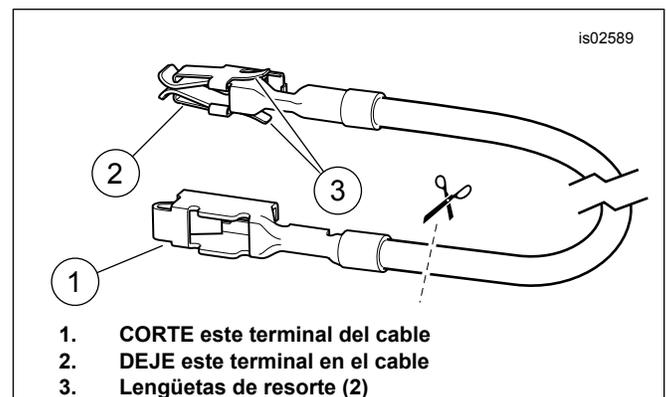
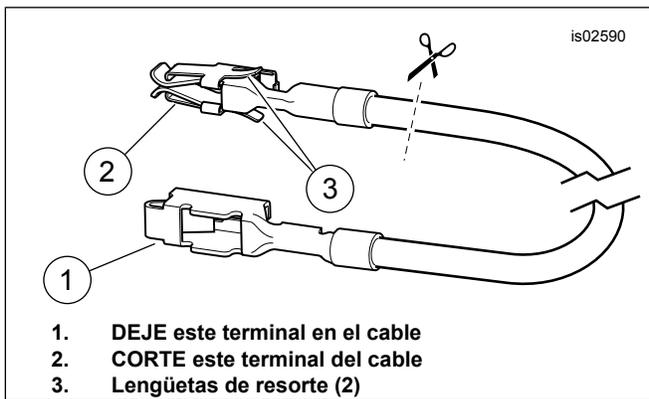
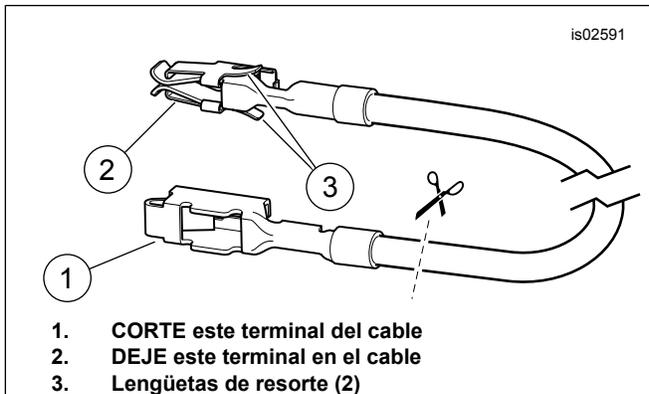
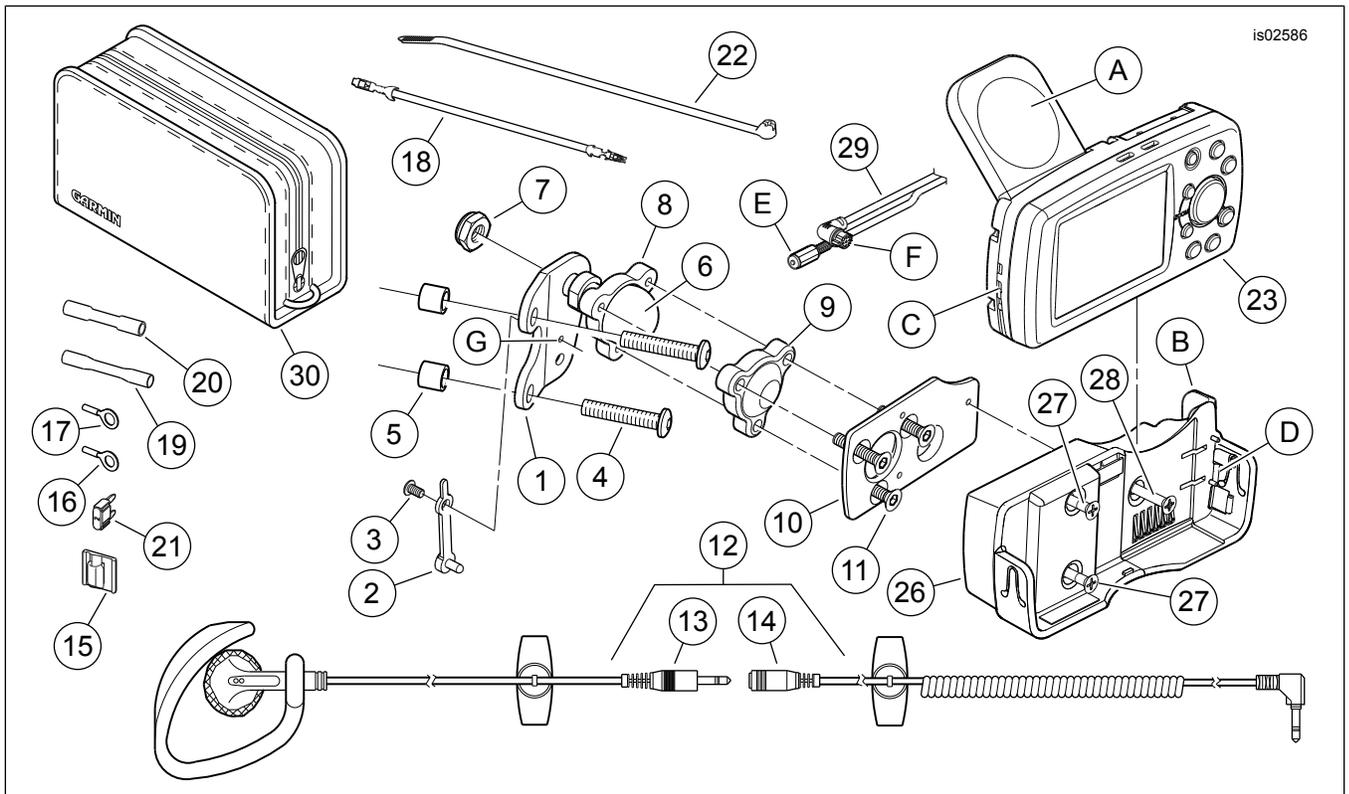

Figura 1. Cable adaptador del bloque de fusibles (Dyna y Softail)
Figura 2. Cable adaptador del bloque de fusibles (FL Touring de 2004 a 2006) (FL Touring de 2008 y posteriores)
Figura 3. Cable adaptador del bloque de fusibles (FL Touring de 2007)
Figura 4. Piezas de servicio, kits de soporte de crucero y GPS
- b. Obtenga del kit el cable del adaptador naranja/blanco (18) del bloque de fusibles. Observe el terminal en cada extremo (vea la Figura 1 ). Solamente el terminal **CON las lengüetas de resorte** encajará dentro de la cavidad de fusibles. Cuidadosamente corte el terminal **SIN** lengüetas de resorte del cable y deséchelo.
- d. Corte la longitud sobrante del cable rojo **del arnés de cables del Road Tech Quest** para que quede cerca del cable del adaptador naranja/blanco instalado en el paso 4c. Vea la advertencia después del paso 3 y la sección CONECTORES DE EMPALME PLANO SELLADO del Manual de servicio. Usando el conector de empalme plano azul (20) del kit, empalme el cable rojo del arnés del Road Tech Quest al cable adaptador naranja/blanco.
- e. Vea la Figura 4. Instale uno de los fusibles de 2 A (21) del kit en la cavidad de fusible "OPEN" (abierto) para completar el circuito.
- c. Obtenga del kit el cable del adaptador naranja/blanco (18) del bloque de fusibles. Observe el terminal en cada extremo (vea la Figura 1 ). Solamente el terminal **CON las lengüetas de resorte** encajará dentro de la cavidad de fusibles. Cuidadosamente corte el terminal **SIN** lengüetas de resorte del cable y deséchelo.
- e. Corte la longitud sobrante del cable rojo **del arnés de cables del Road Tech Quest** para que quede cerca del cable del adaptador naranja/blanco instalado en el paso 5d. Vea la advertencia después del paso 3 y la sección CONECTORES DE EMPALME PLANO SELLADO del Manual de servicio. Usando el conector de empalme plano **azul** (20) del kit, empalme el cable rojo del arnés del Road Tech Quest al cable adaptador naranja/blanco.
- f. Vea la Figura 4. Instale uno de los fusibles de 2 A (21) del kit en la cavidad de fusible “P&A IGN” para completar el circuito.
- c. Obtenga del kit el cable del adaptador naranja/blanco (18) del bloque de fusibles. **Para los modelos de 2004 a 2006 y para los modelos de 2008 y posteriores:** Observe el terminal en cada extremo (vea la Figura 2 ). Solamente el terminal **SIN las lengüetas de resorte** encajará dentro de la cavidad de fusibles. Cuidadosamente corte el terminal **CON** lengüetas de resorte del cable y deséchelo. **Para los modelos de 2007 solamente:** Observe el terminal en cada extremo (vea la Figura 3 ). Solamente el terminal **CON las lengüetas de resorte** encajará dentro de la cavidad de fusibles. Cuidadosamente corte el terminal **SIN** lengüetas de resorte del cable y deséchelo.
- f. Corte la longitud sobrante del cable rojo **del arnés de cables del Road Tech Quest** para que quede cerca del cable del adaptador naranja/blanco instalado en el paso 6e. Vea la advertencia después del paso 3 y la sección CONECTORES DE EMPALME PLANO SELLADO del Manual de servicio. Usando el conector de empalme plano **azul** (20) del kit, empalme el cable rojo del arnés del Road Tech Quest al cable adaptador naranja/blanco.
- g. Vea la Figura 4. Instale uno de los fusibles de 2 A (21) del kit en la cavidad de fusible “P&A IGN” para completar el circuito. Vuelva a instalar los tres fusibles que se quitaron en el paso 6d en las cavidades correctas.
- d. Vea la Figura 4, la advertencia después del paso 3 y la sección CONECTORES DE EMPALME PLANO SELLADO del Manual de servicio. Usando el conector de empalme plano **rojo** (19) del kit, empalme el cable rojo junto con los cables naranja/blanco del paso 7b.
8. **Para todos los modelos:** Abra la cubierta del portafusibles en el arnés del Road Tech Quest. Enchufe el fusible restante de 2 A (21) del kit en el portafusibles y cierre la cubierta.